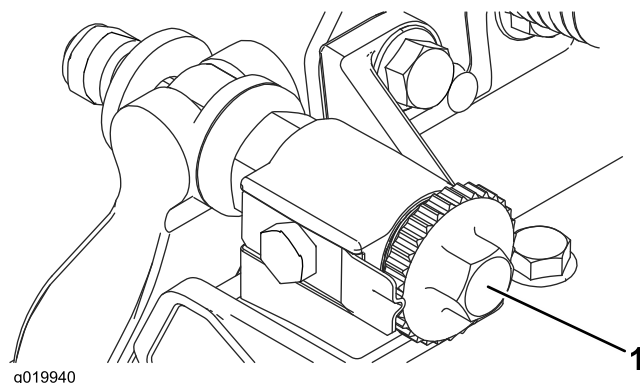

Bild 31
1. Lösen Sie den Spindel-zu-Untermesser-Kontakt, indem Sie die Einstellhandräder des Untermessers (Bild 31) nach links drehen, bis kein Kontakt besteht.